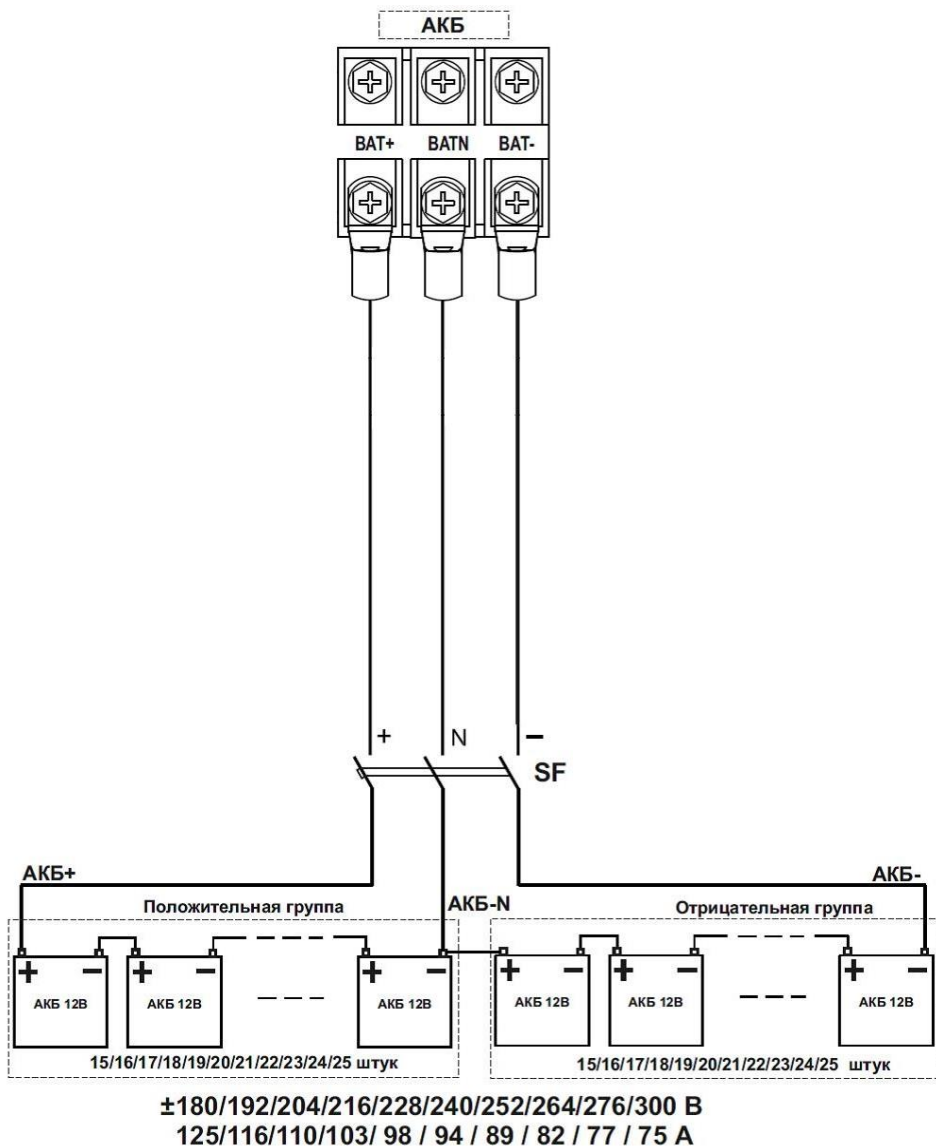

Рисунок 4 – Схема монтажа АКБ
Между АКБ и изделием должен быть подключен автоматический выключатель постоянного тока (SF, на номинальный ток 400 А – SKAT-UPS 120-3/3-ON или 500 А - SKAT-UPS 160-3/3-ON, см. рисунок 4).
Между АКБ и изделием должен быть подключен DC – совместимый термоманитный трехполюсный защитный автоматический выключатель SF, (или другое устройство защиты, например, группа предохранителей с трехполюсным выключателем), расположенный как можно ближе к АКБ, см. рисунок 4.
- номинальное напряжение выключателя должно быть не менее рабочего напряжения положительной/отрицательной группы АКБ (см. рисунок 4);
Затем выполнить, **с соблюдением полярности**, последовательное соединение аккумуляторных батарей 12 В, в соответствии с двуполярной схемой (см. рисунок 4) при помощи перемычек АКБ (**перемычки АКБ в комплект поставки НЕ входят**).